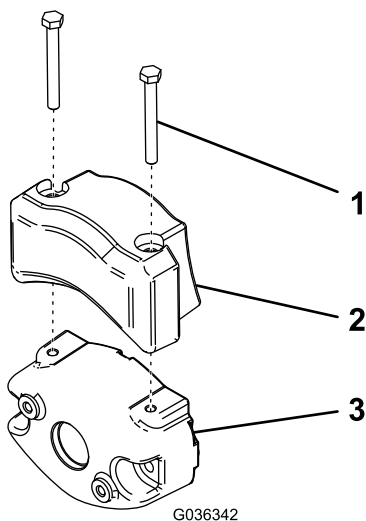

**Figura 51**
**Importante:** Quando occorre inclinare l'elemento di taglio, sostenete la parte posteriore dell'elemento per garantire che i dadi sulle viti di regolazione della barra di appoggio non poggino sul piano di lavoro (Figura 51).